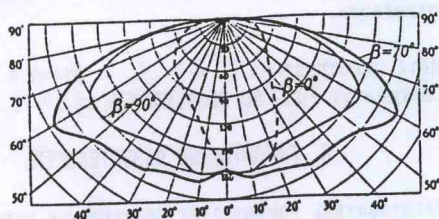

Рис. 2
2.1. Распределение силы света светильников показано на рис. 2. Тип кривой силы света в горизонтальной плоскости - широкая, в вертикальной плоскости - боковая.